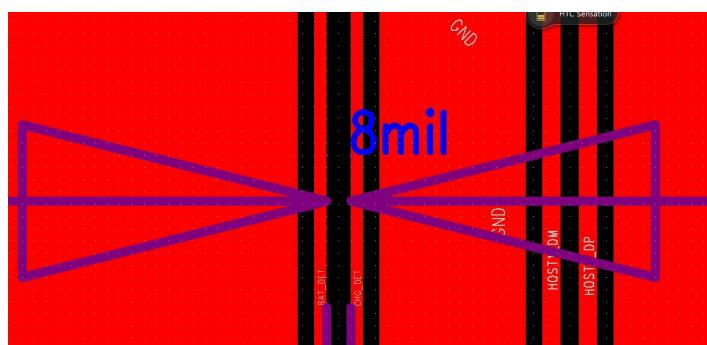

图 17-2
- 为了抑制电磁辐射，走线间尽量遵循3W原则，即是线与线之间保持3倍线宽的距离，如图17-2，线宽/线距分别为4/8mil；